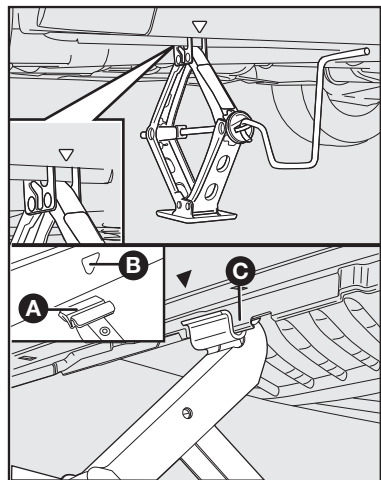

fig. 13
- Colocar o macaco onde está marcado o símbolo ▼ detalhe **fig. 13** ou detalhe **B-fig. 13** perto da roda a substituir, e certificar-se de que a ranhura **A** do macaco esteja bem encaixada na longarina **C**.